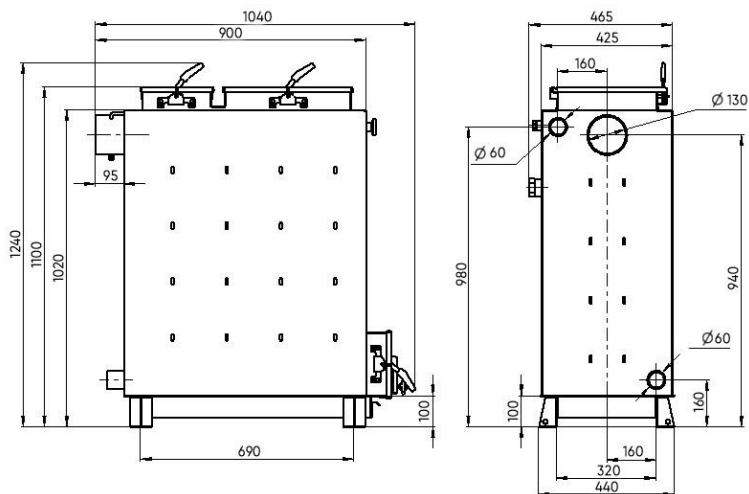

Рис. 4 Установочные и габаритные размеры котла Гетьман 22Ш
6.9. При эксплуатации котла уровень воды в расширительном бачке (рис.4) не должен опускаться ниже 3/4 его высоты. Для этого необходимо периодически пополнять систему водой. Если уровень воды занижен, прекращается циркуляция воды в системе. В этом случае необходимо:
6.10. Во время эксплуатации температура горячей воды в котле должна поддерживаться не выше 90°C. В случае, если в зимнее время требуется прекратить отопление на срок свыше суток, необходимо полностью удалить воду из системы через спускной вентиль (рис.4) во избежание замораживания системы.